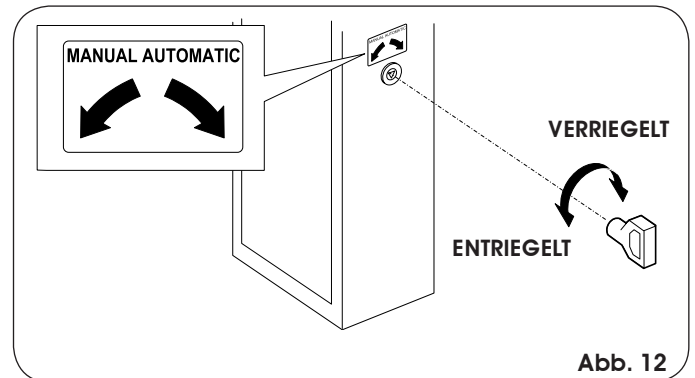

Abb. 12
- Den Dreikant-Standard Schlüssel (Abb.12) ins Schloss einführen und 1 Umdrehung **entgegen dem Uhrzeigersinn** machen.